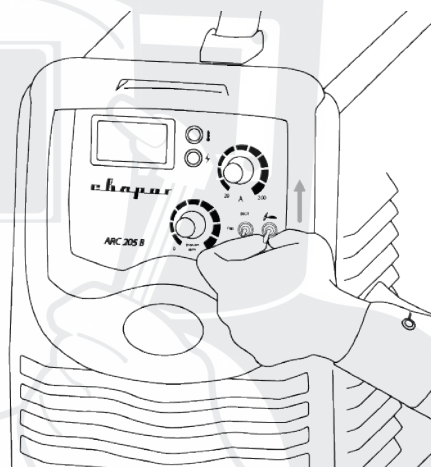

Рис. 11.2. Выбор способа сварки.
4. Перейдите в режим TIG (См. рис. 6.1 п. 5) на передней панели сварочного аппарата (См. рис. 11.2).